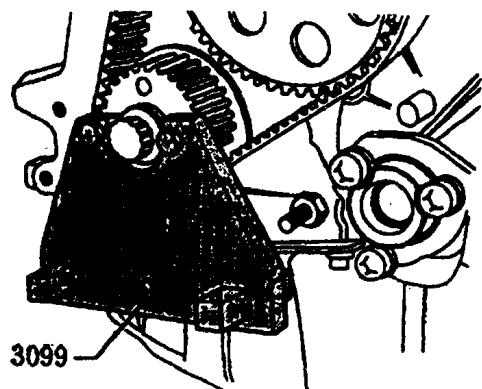
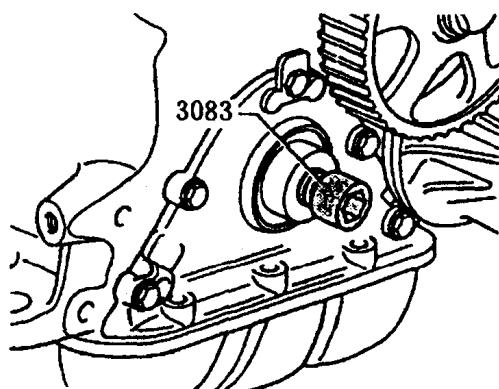

图 1-30
图 1-31
(1) 拆卸：拆卸多楔皮带及张紧装置，拆卸正时带及曲轴正时带轮，用专用工具 3099 反向定位皮带轮（如图 1-30 所示）。将专用工具 3083 的螺栓尽可能拧入曲轴，为油封拆卸器导向（如图 1-31 所示）。